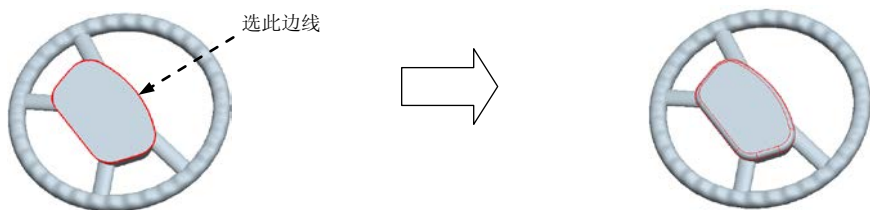

图 4.4.50 圆角特征 3
Step16. 创建图 4.4.50 所示的圆角特征 3。选取图 4.4.50 所示的边线为倒圆角的边线；输入圆角半径值 8.0。